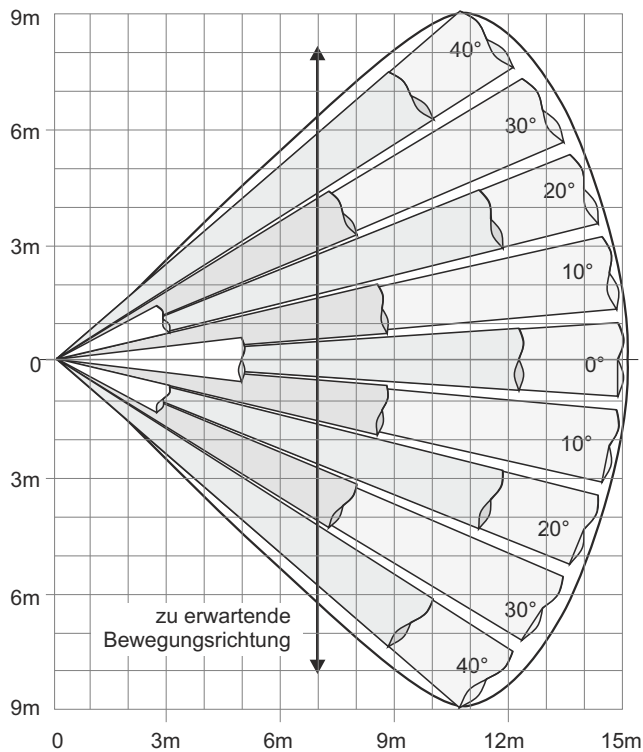

Abb. 2
- * Die Empfindlichkeit ist quer zu den horizontalen Erfassungszonen des PIR-Sensors am größten. Deshalb ist der Montageort so zu wählen, dass die zu erwartende Bewegungsrichtung **quer** dazu verläuft (siehe Abb. 2).